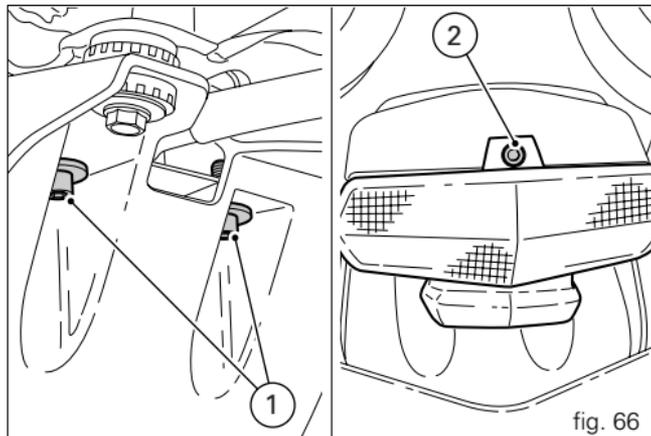

fig. 66
Dévisser la vis (2) et dégager légèrement le support des feux arrière (fig. 66).